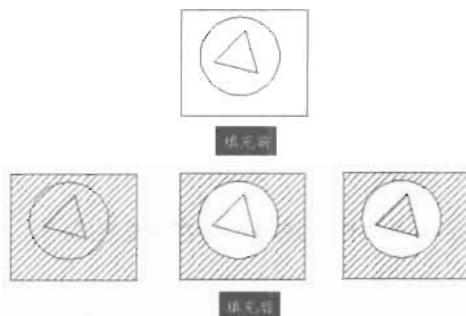

图 7-78
- (1) 填充的图案与当前图层的哪些因素无关? ()
- (2) 图案填充中的“角度”的具体含义是什么? ()
(3) 对图 7-78 所示的图形进行图案填充, 3 种填充效果采用的“孤岛样式”分别是什么? ()